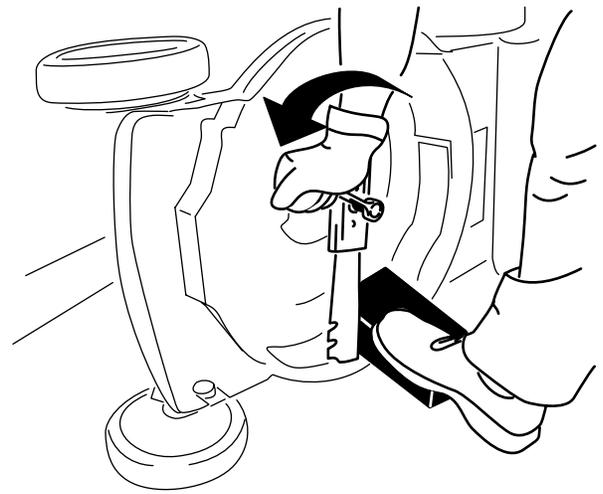

Figura 21
2. Utilice un bloque de madera para inmovilizar la cuchilla (Figura 21).
3. Retire el perno de la cuchilla, el soporte y la cuchilla; guarde el soporte y el perno de la cuchilla (Figura 21).